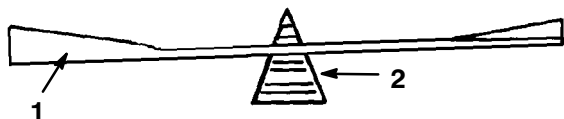

Abbildung 34
2. Die Auswuchtung des Schnittmessers auf einer Messerwaage überprüfen (Abb. 34). Wenn das Schnittmesser in horizontaler Position bleibt, ist es ausgewuchtet und kann wiederverwendet werden. Wenn das Schnittmesser nicht ausgewuchtet ist, an der Rückseite des Messers etwas Metall abfeilen. Diesen Vorgang wiederholen, bis das Messer ausgewuchtet ist.